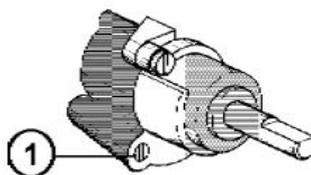

Fig. 7
Para realizar el ajuste del mínimo, es necesario actuar sobre el tornillo (**Fig. 7 ref.1**): cuando se destornilla, la llama aumenta y cuando se vuelve a atornillar la llama disminuye.